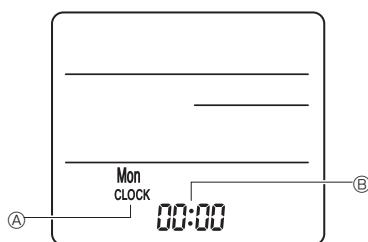

Fig. 6-8
3) Inställning (inställning av klockan) (Fig. 6-8)
① Sätt i batterier eller tryck på knappen **CLOCK** med ett spetsigt föremål.